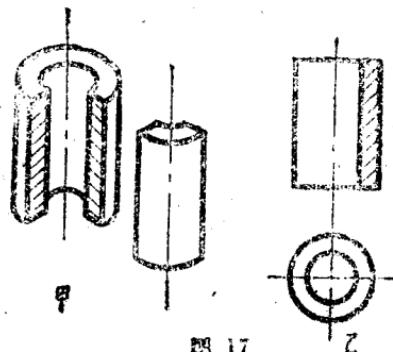

图 17
2. 半剖視圖 當切去零件的四分之一時（見圖17甲），就好像我們吃月餅的時候把月餅的一角切去那样，这时候画出来的图形，就是半剖視圖，如图17的主視圖。